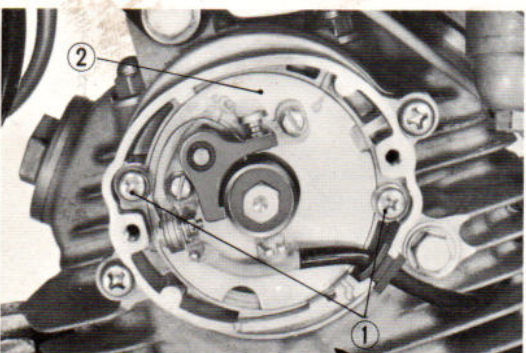

Fig. 7 ① Vis de fixation de plaque support de
- 4) Si le réglage s'avère nécessaire, desserrer les deux vis de fixation de la plaque support de rupteur et faire tourner cette plaque. Tourner dans le sens des aiguilles d'une montre donne du retard et tourner dans le sens inverse des aiguilles d'une montre donne de l'avance. Resserrer les deux vis après réglage. (Fig. 7)